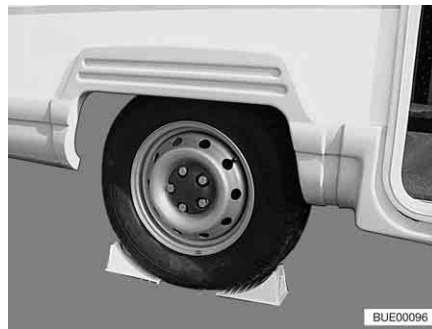

Fig. 210 Bloccare il veicolo
- Sistemare in corrispondenza della ruota di fronte i cunei d'arresto o oggetti simili in modo da bloccare il veicolo (Fig. 210).